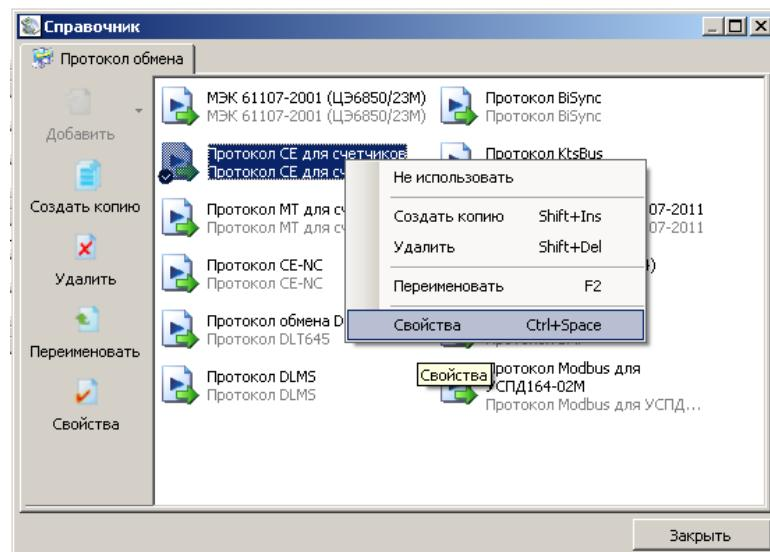

Рисунок 25 – Окно справочника протокола обмена
5.2.8 Выбрать профиль настроек протокола обмена «Протокол СЕ для счетчиков» и нажать кнопку «Свойства» на панели задач. В результате откроется окно редактирования настроек протокола обмена, см. Рисунок 25.